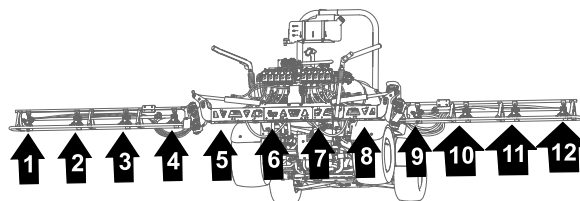
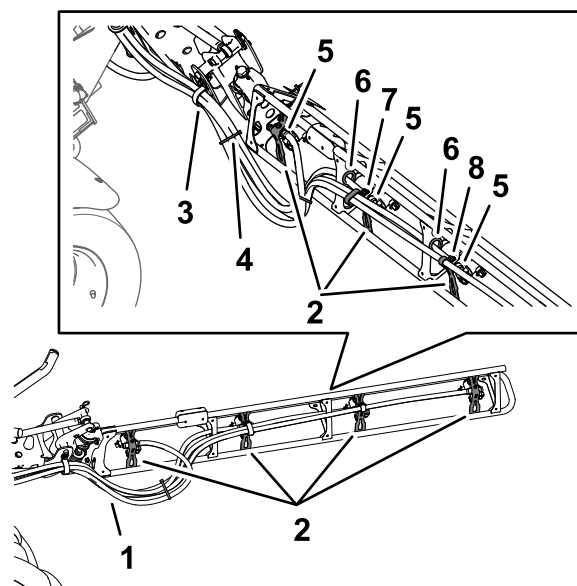

Figura 128
Figura 129
1. Disponete i flessibili per gli ugelli dell'irroratrice 1, 2, 3 e 4 attraverso il serratubi a R nell'estremità esterna sinistra della sezione di irrorazione centrale (Figura 128 e Figura 129).
2. Disponete i flessibili per gli ugelli dell'irroratrice 7, 8, 9 e 10 attraverso il serratubi a R nell'estremità esterna destra della sezione di irrorazione centrale (Figura 128 e Figura 129).
3. Disponete i flessibili di alimentazione da 279 cm e i portagomma dentellati ($\frac{3}{4}$ ") lungo la sezione di irrorazione agli ugelli dell'irroratrice 1 e 10, come illustrato nella Figura 128 e Figura 129.
4. Disponete i flessibili di alimentazione da 234 cm e i portagomma dentellati ($\frac{3}{4}$ ") lungo la sezione di irrorazione agli ugelli dell'irroratrice 2 e 9 lungo la sezione di irrorazione, come illustrato nella Figura 128 e Figura 129.
5. Disponete i flessibili di alimentazione da 188 cm e i portagomma dentellati ($\frac{3}{4}$ ") lungo la sezione di irrorazione agli ugelli dell'irroratrice 3 e 8, come illustrato nella Figura 128 e Figura 129.
6. Disponete i flessibili di alimentazione da 188 cm e i portagomma dentellati ($\frac{3}{4}$ ") lungo la sezione di irrorazione agli ugelli dell'irroratrice 4 e 7, come illustrato nella Figura 128 e Figura 129.
7. Raggruppate i 4 flessibili degli ugelli dell'irroratrice insieme con una fascetta per cavi, come illustrato nella Figura 129.